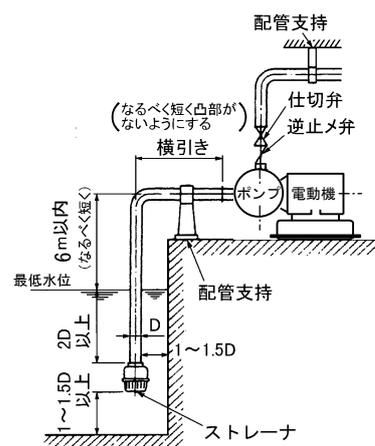

図2 据付図
- (1) ポンプに吸込配管や吐出し管の荷重がかかると、芯狂いの原因となりますので、図2のように十分な配管支持をしてください。
- (2) 配管が長い場合、実揚程が高い場合、自動運転の場合、及び2台以上のポンプの並列運転の場合には、必ずポンプの吐出し側に逆止め弁を取付けてください。逆止め弁は、ポンプ本体と吐出し弁の間に取付けてください。
- (3) 装置上どうしても空気だまりが避けられない箇所には、空気抜き弁を取付けてください。ただし、吸込配管などで負圧になる所には取付ないでください。逆に空気を吸込みます。
- (4) 水撃（ウォーターハンマ）がおこる危険性のある場合は、急閉逆止め弁を設けるなどの対策を施してください。
- (5) 吸上げの場合
- (a) 吸込配管の末端は、図2のように最低水位から管径(D)の2倍以上深く、底より1~1.5D以上離してください。